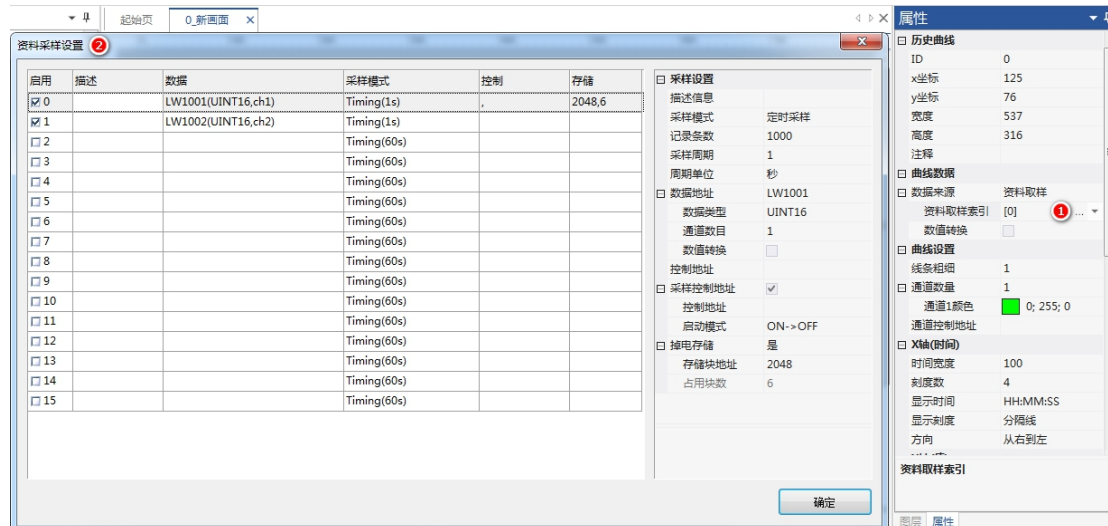

图 3-23 资料采样设置
- 打开资料采集设置，选择资料取样索引（详细参考“资料采集”），如图 3-23 所示。